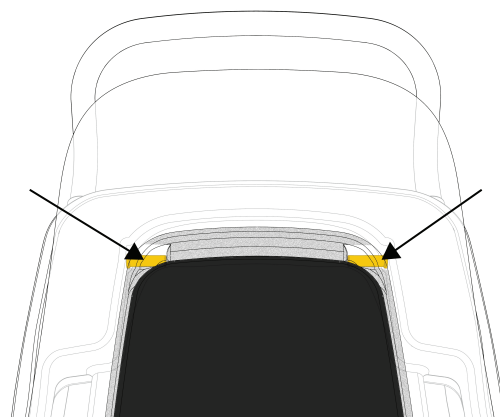

Рисунок 3 – Фиксаторы
2. Наденьте корзинку для новорожденного на два фиксатора (Рисунок 3).